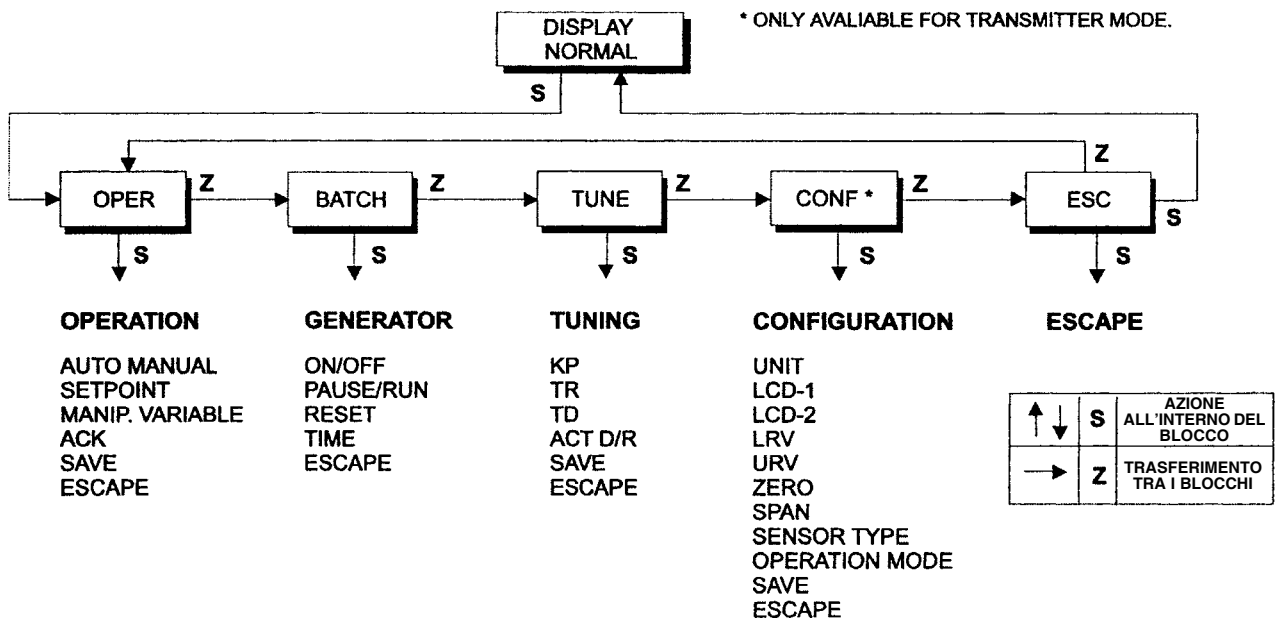

Fig. 4.3 - Diagramma a blocchi della programmazione dell'Aggiustaggio Locale - Menù principale
1. Inserendo l' attrezzo magnetico in (Z), il trasmettitore passa dallo stato di normale misura a quello di configurazione. Il software inizia automaticamente e ciclicamente ad indicare le funzioni disponibili. Il gruppo di funzioni indicato dipende dal modo di funzionamento: Trasmettitore o Regolatore
2. Per cercare l' opzione desiderata, esplorare le opzioni, aspettare che siano indicate e spostare l' attrezzo magnetico da (Z) a (S). Per conoscere la posizione della opzione voluta, fare riferimento alla fig. 4.3 -Diagramma a blocchi dell' Aggiustaggio Locale. Rimettendo l' attrezzo nella posizione (Z), è possibile esplorare altre relative opzioni.